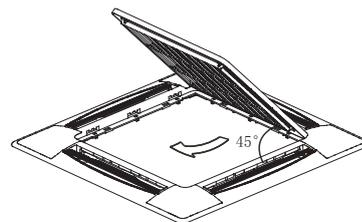

Fig.4-13
- 2) Mueva la rejilla hacia arriba a un ángulo de unos 45° y extráigala. (vea la Fig.4-13)